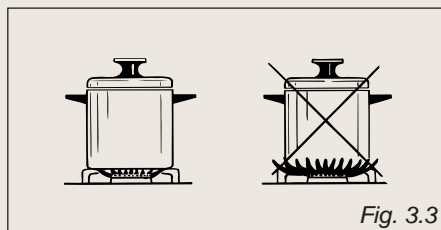

Fig. 3.3
- * Raccorder les fils phase, neutre et terre à la plaquette de connexions "**G**" conformément au diagramme de la fig. 3.3.